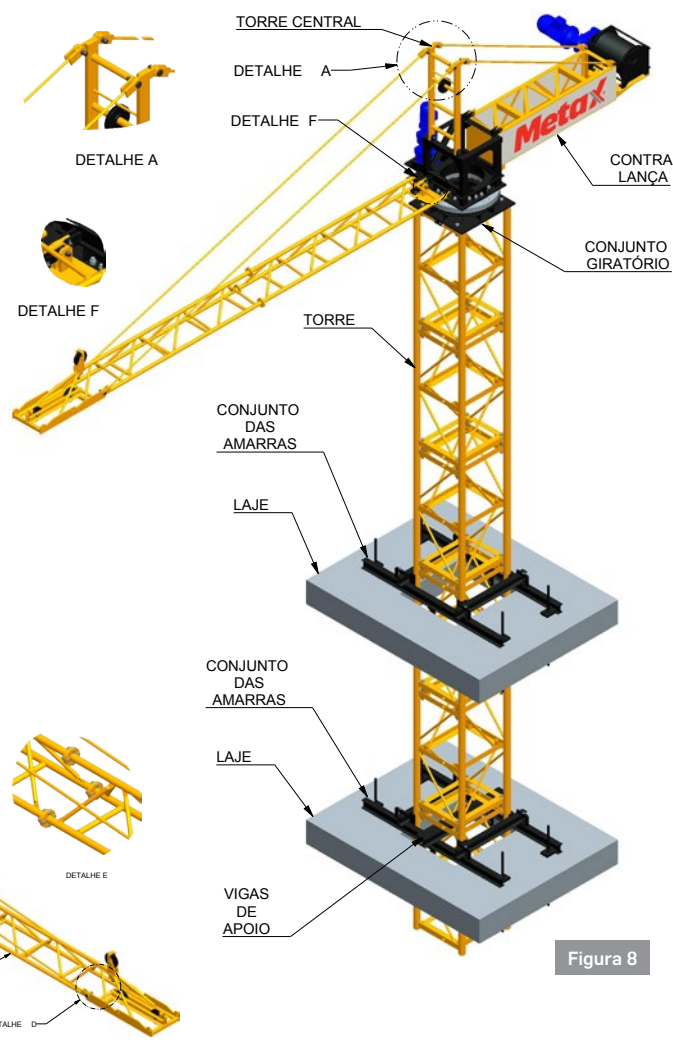

Figura 7
- Montar no solo a Lança Traseira e Dianteira com parafuso, porca, arruela lisa e arruela de pressão (Figura 7), formando a Lança da Mini Grua;
- Montar no solo o Tirante Maior na Lança com pinos e cupilha (Figura 7);